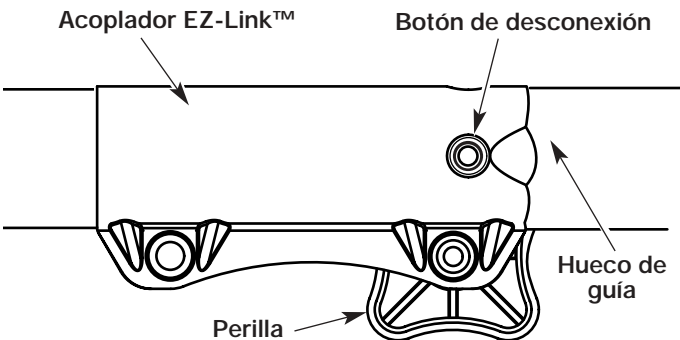

Fig. 14
1. Gire la perilla en sentido antihorario para aflojarla (Fig. 14).
2. Opima y sostenga el botón de desconexión (Fig. 14).
NOTA: La alineación del botón de desconexión con el hueco de guía facilitará la instalación (Fig. 14).